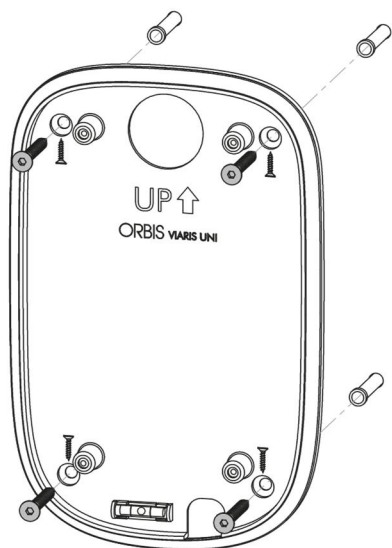

Fig.1
- Boulonner la plaque de montage murale. **Fig. 1**